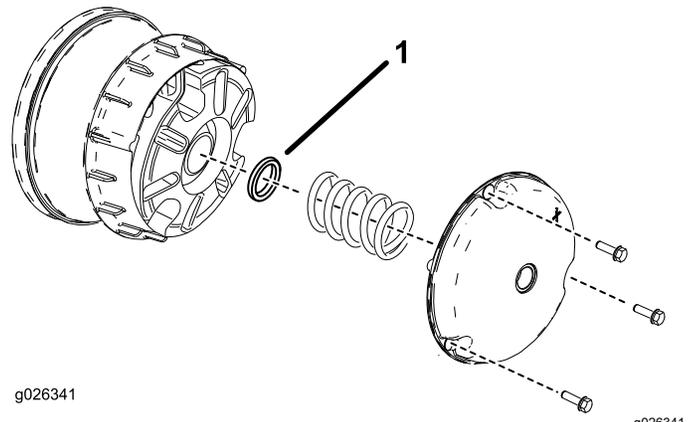

図 51
1. 図 51 に示すように、一次クラッチカバーを固定しているボルトを外す。